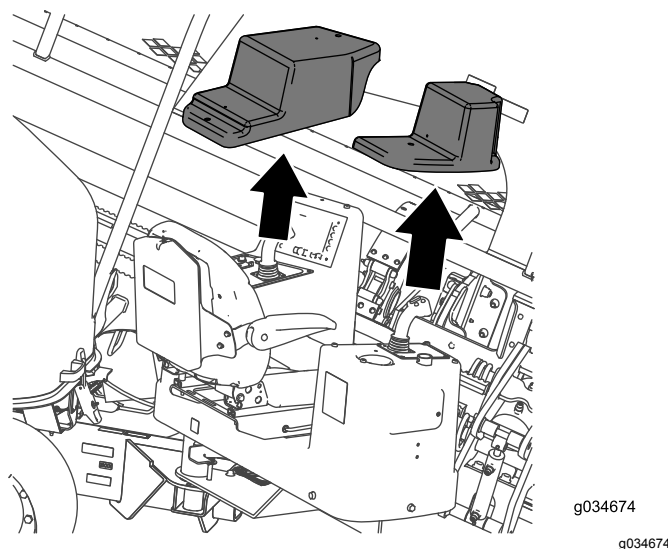

Figura 40
- Afloje los 4 tornillos que sujetan las fundas sobre las consolas del operador, y retire las fundas (Figura 40).